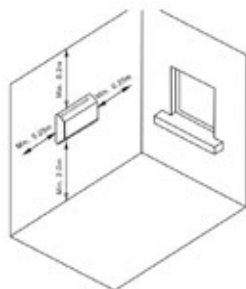

Fig. 1
Amplasați aparatul la cel puțin 2 m față de podea, 25 cm față de colțul camerei și 20 cm de la tavan. Orificiile de ieșire a aerului trebuie să fie orientate în jos (vezi Fig. 1).
1. Scanați codul QR de mai jos (Fig. 1) sau căutați aplicația „Concept Home” pe Google Play sau App Store și descărcați aplicația pe telefonul dvs. mobil. Dacă aveți deja Concept Home, deschideți aplicația, conectați-vă și urmați instrucțiunile de asociere.